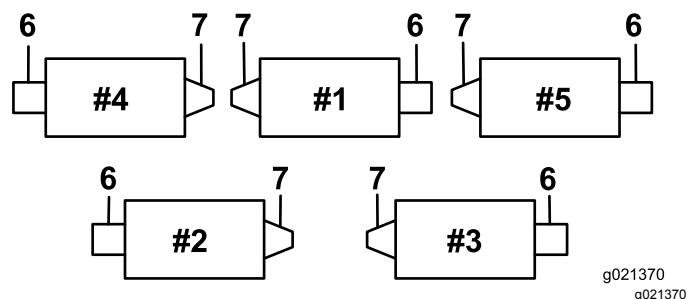

図 1
どのカッティングユニットも、カウンタウェイトをカッティングユニットの左側に取り付けて出荷しています。図 1 を見て後ローラとリールモータの位置を確認してください。
6. 22" Cuttingユニット用2番と3番 図 1 ローラブラシ側のみ。刈高ブラケットを外す 図 3。
7. 22" カuttingユニット用2番と3番図1ローラブラシ側のみ。サイドプレートを外す必要なボルト・ナット類は外し、後ローラのクランプのナットはゆるめる必要がある図4。
8. 22" カuttingユニット用2番と3番図1ローラブラシ側のみ。サイドプレートからボルトを外す。
9. 22" カuttingユニット用2番と3番図1ローラブラシ側のみ。Cuttingユニットに、サイドプレートと刈高ブラケットを元通りに取り付ける。
注 左ねじインサートがついているCuttingユニットは、1番、3番、5番です図1。